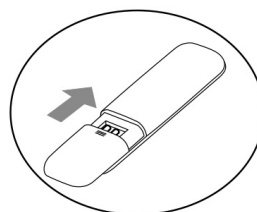

Fig.3
- Reinserire il coperchio nel vano batterie (osservare la direzione della freccia nella fig. 3).